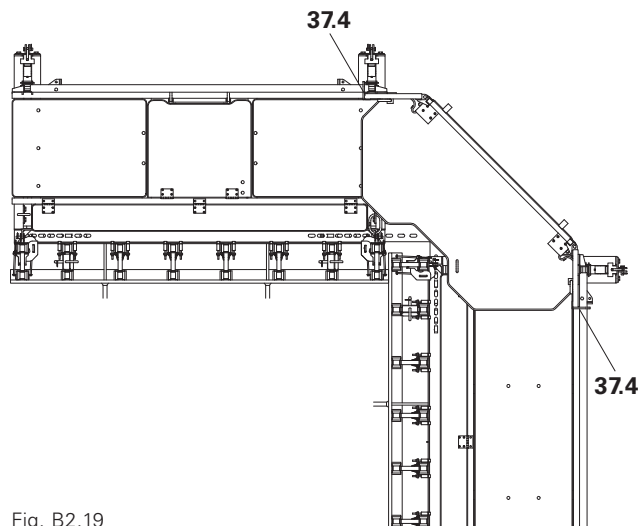

Fig. B2.19
3. Ligar com os ganchos extensíveis (37.4) em ambos os lados às plataformas adjacentes. (Fig. B2.19)